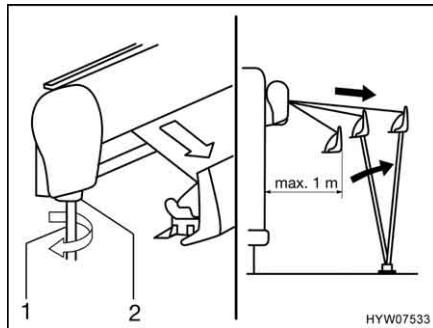

Fig. 20 Estrazione della tenda
- Inserire la manovella (Fig. 20,1) nel supporto a baionetta (Fig. 20,2) della tenda e girarla in senso antiorario.